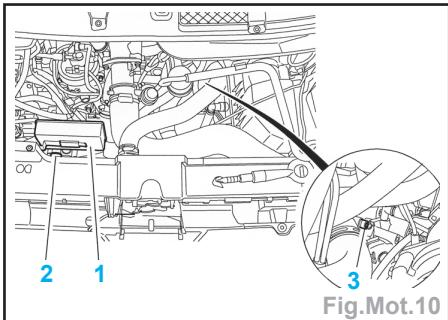

Fig.Mot.10
- Ecarter le boîtier relais commande moto-ventilateur (1) (Fig.Mot.10).